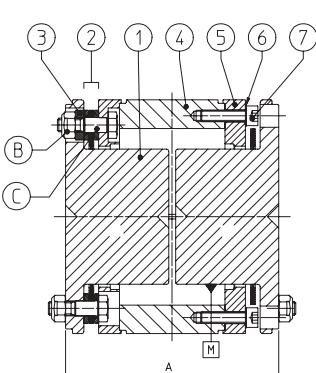

Figure 1
5.2.2 Entfernen Sie das Zwischenstück (4) in 2 Teilen und prüfen Sie die Lamellen (2). Im Falle einer Beschädigung sind die Lamellenpakete (2) auszutauschen. Dabei ist die Abb. 1 zu beachten. Das Anzugsmoment (T2 in Nm) und die Größe (s in mm) der Schrauben (C) und Muttern (B) entnehmen Sie der Tabelle 1.